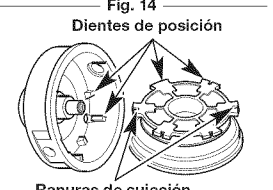

Fig. 15
- Compruebe que los dientes de posición y las ranuras de sujeción no estén desgastados (Fig. 15). Si fuera necesario, quite las rebabas o cambie el carrete interior y la bobina exterior.